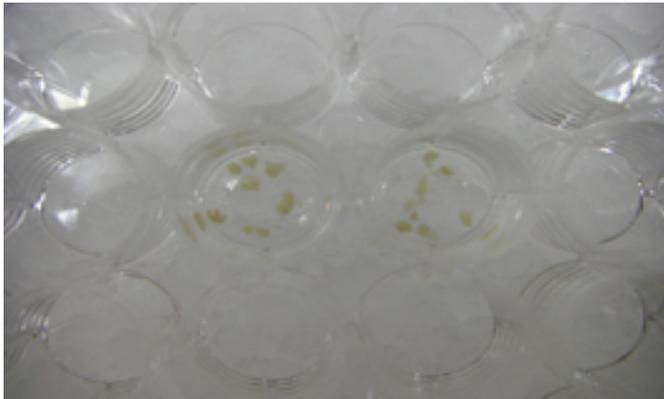

Fig.1
1. 1/2 Karnovsky(2.5% glutaraldehyde, 2% paraformaldehyde, 0.1M cacodylate buffer)を用いて固定した組織片を24穴プレート (または下記4のバイアル瓶でもよい) に入れ、10% sucrose / 0.1M cacodylate bufferで洗う。氷上、5分。【fig.1】